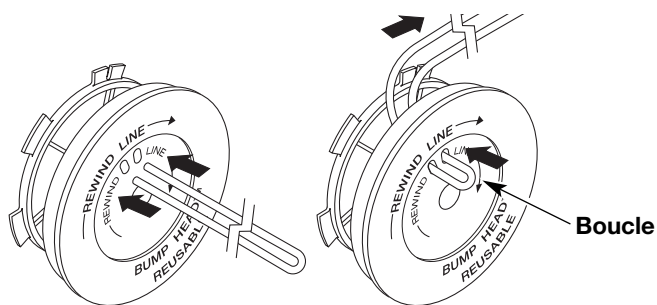

Fig. 19
- Découpez environ 6 m (20 pi) de fil neuf et faites-en deux boucles de longueurs égales. Insérez chaque extrémité de fil dans l'un des deux trous du moulinet (Fig. 19). Tirez le fil à travers le moulinet pour que la boucle soit le plus petit possible.